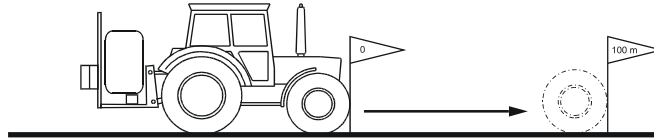

Рис. 4
2. Позначте початкову та кінцеву точки (Рис. 4).